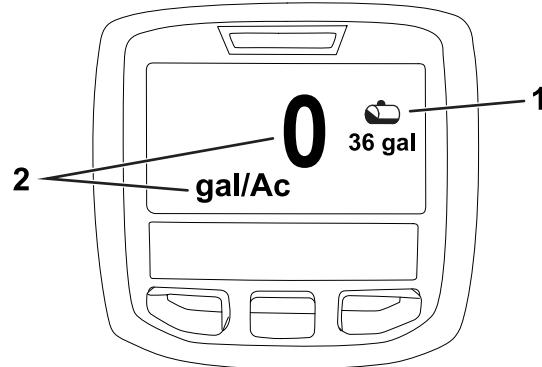

Figura 20
2. Pulse el botón de selección derecho para desplazarse hasta la pantalla del volumen del depósito de fumigación (Figura 20).